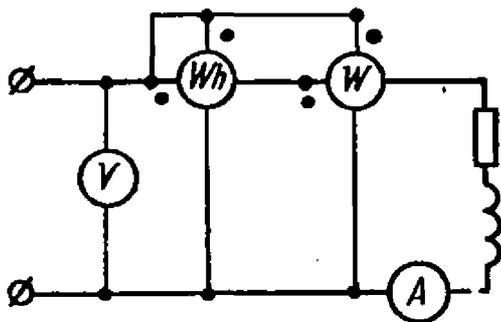

Рис. 12.27
12.27. Поверка однофазного счетчика типа СО-2 ($U_n = 127$ В, $I_n = 10$ А, 1 кВт·ч = 1200 об/мин, класс точности 2,5) производилась по схеме рис. 12.27. При этом использовались следующие приборы;